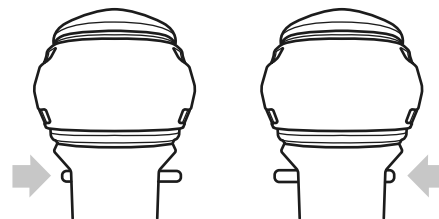

Рисунок 2.3.1. Установка направления вращения
**ВНИМАНИЕ!** Пользуйтесь переключателем «2» (рисунок 2.3.1.) только после полной остановки инструмента, чтобы избежать его повреждения. Направления вращения патрона можно изменять с помощью переключателя «2», при отпущенной клавише выключателя «1» (рисунок 2.3.1.). Для вращения вправо (для закручивания винтов) прижмите переключатель направления вращения «2» влево до упора (рисунок 2.3.1.). Для вращения влево (для ослабления и выворачивания винтов или отвинчивания гаек) прижмите переключатель направления вращения «2» вправо до упора (рисунок 2.3.1.).